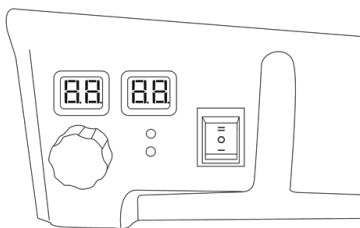

Figura 4
2. Abra la válvula de gas y gire el interruptor de encendido a la posición "II". La ventana de visualización izquierda muestra la temperatura establecida y la ventana derecha muestra la temperatura ambiente. El calentador se encenderá automáticamente cuando la temperatura establecida sea mayor que la temperatura ambiente (ver Figura 4).